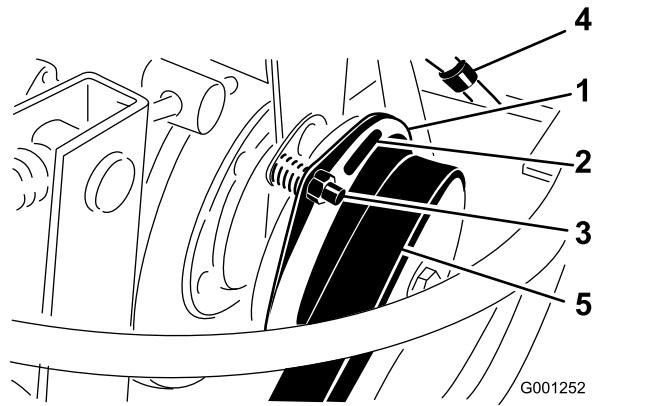

Figura 95
- Regolate il traferro in modo da inserire, forzandolo leggermente, uno spessimetro di 0,38 mm tra il rivestimento interno della frizione e la piastra della frizione (Figura 95).
Nota: Per ridurre il traferro girate il dado di regolazione in senso antiorario (Figura 95). Il massimo traferro di servizio è di 0,76 mm. Regolate i 3 traferri.